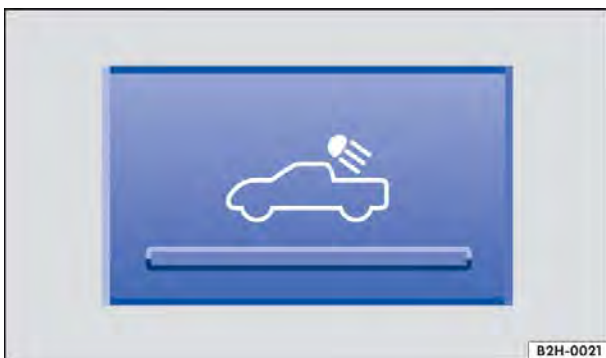

Fig. 71 No console central: botão da iluminação do compartimento de carga.
A iluminação do compartimento de carga é ligada com a ignição *desligada*, pressionando-se o botão ⇒ Fig. 71.
- por pressão no botão ⇒ Fig. 71.
- **OU**: pressionar o botão ⇒ Fig. 71.